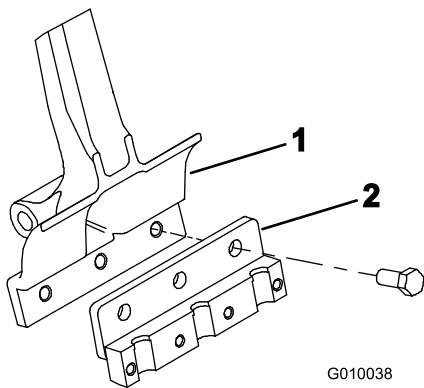

Bild 24
3. Befestigen Sie einen Tines-Halter mit drei Schrauben ($\frac{1}{2}$ " x $1\frac{1}{4}$ ") an jedem Tines-Arm (Bild 24). Ziehen Sie die Schrauben mit 101,6 N·m an.